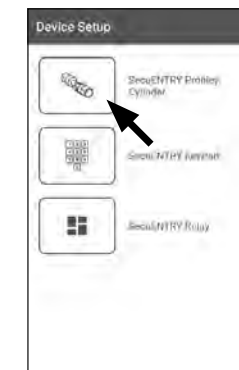

Abb. 8
- Über das dargestellte Auswahlmüenü tippen Sie auf „*secuENTRY Profily Cylinder*“, um Ihren *secuENTRY* Zylinder einzurichten (Abb. 8).